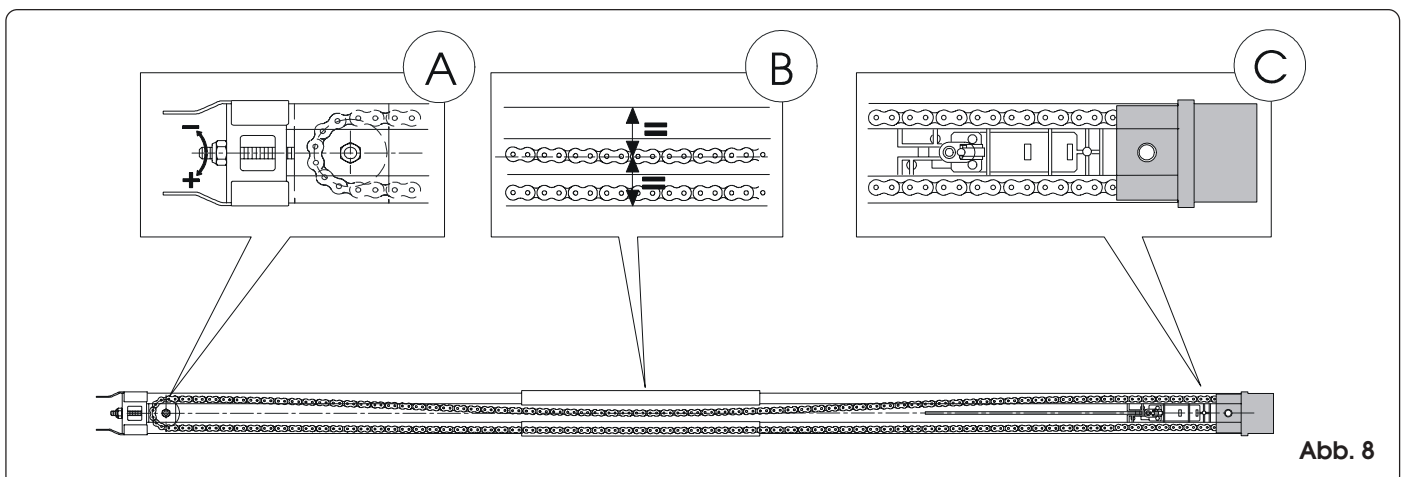

Abb. 8
- 5) Kanten Sie die Laufschiene hoch (Abb. 8)
- 6) Schieben Sie den Laufwagen zur Antriebskupplung (Abb. 8 Pos. C).
- 7) Stellen Sie die Spannvorrichtung (Abb. 8 Pos. A) derart ein, dass die vom oberen Kettenstrang gebildete Schleife in etwa mit dem Mittelpunkt der Laufschiene (Abb. 8 Pos. B) zusammenfällt.